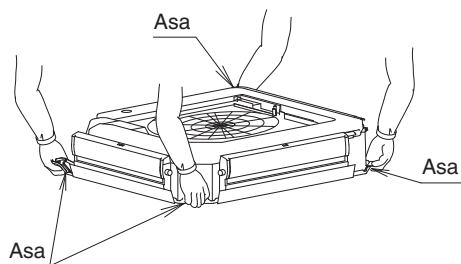

Fig. 9
- Al transportar la unidad interior, sujétela por los accesorios metálicos de cuelgue. (Refiérase a la Fig. 9)